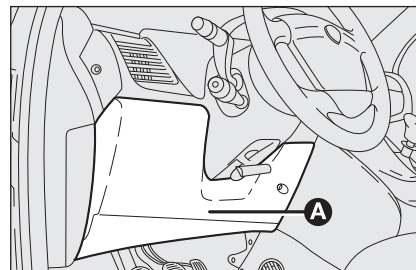

fig. 38
Per accedere alla centralina portafusibili su plancia portastrumenti occorre rimuovere la plastica di protezione **A**-fig. 38.
- ❑ Fusibile da 20A per amplificatore audio esterno (Hi-Fi Bose), installato vicino alla centralina plancia (accessibile rimuovendo la plastica di protezione **A-fig. 38**);
- ❑ Fusibile da 20A per tetto apribile, installato vicino alla centralina plancia (accessibile rimuovendo la plastica di protezione **A-fig. 38**);